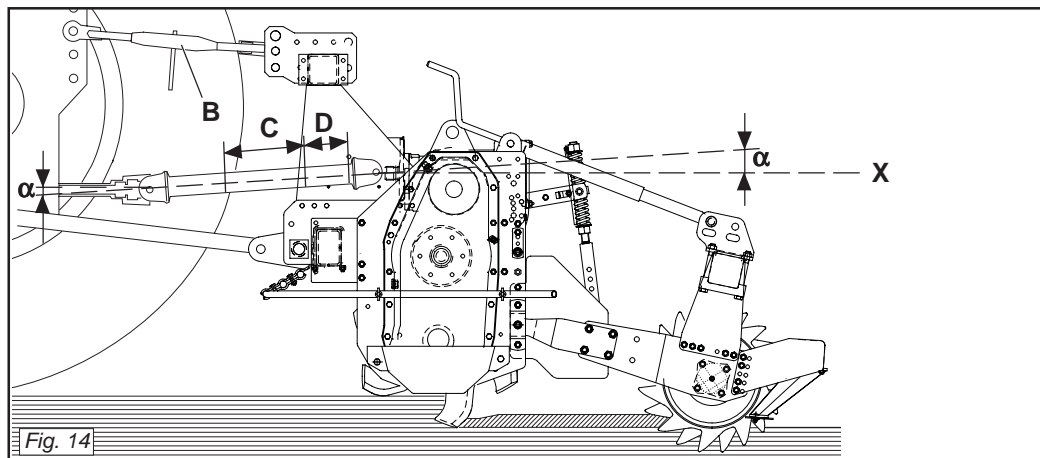
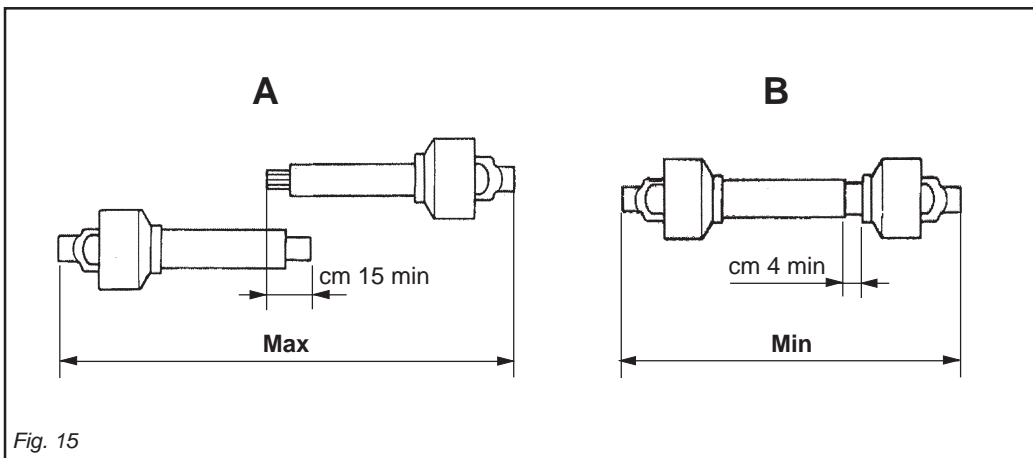

Fig. 14
Fig. 15
Per fare ciò aumentare o diminuire la lunghezza della barra superiore dell'attacco (B Fig. 14) in modo da portare l'asse (X Fig. 14) della ghiera scanalata della scatola parallela al suolo.
- I due angoli (α Fig. 14) formati dalle assi delle forcelle e l'asse dei tubi scorrevoli saranno uguali e non dovranno superare i 10° .
- La copertura (C Fig. 14) dei tubi scorrevoli deve essere di 15 cm minimo (Fig. 15).
To achieve this, increase or decrease the length of the top bar of the hitch (B Fig. 14) so as to set the axis (X Fig. 14) of the housing's grooved ring nut parallel to the ground.
- The two angles (α Fig. 14) formed by the fork axes and the axis of the sliding tubes will be equal and must not exceed 10° .
- The sliding tubes (C Fig. 14) must overlap by at least 15 cm (Fig. 15).
Pour obtenir cette condition augmenter ou diminuer la longueur de la barre supérieure de l'attelage (B Fig. 14) de manière à ce que l'axe (X Fig. 14) de la bague cannelée de la boîte soit parallèle au sol.
- Les deux angles (α Fig. 14) formés par les axes des fourches et l'axe des tubes coulissants doivent être identiques et ne doivent pas dépasser 10° .
- La couverture (C Fig. 14) des tubes coulissants doit être au minimum de 15 mm (Fig. 15).
Um dies zu erhalten, die Länge der oberen Kupplungsstange (B Abb. 14) erhöhen oder verringern, bis die Achse (X Abb. 14) der Keilmutter des Gehäuses parallel zum Boden steht.
- Die beiden Winkel (α Abb. 14), die aus den Achsen der Gabeln und der Achse der Gleitrohre bestehen, müssen gleich groß sein und dürfen auf keinen Fall größer als 10° sein.
- Die Überdeckung (C Abb. 14) der Gleitrohre muss mindestens 15 cm ausmachen (Abb. 15).
El enganche es correcto cuando la máquina está horizontal en posición de trabajo. Para ello aumentar o disminuir la longitud de la barra superior del enganche (B Fig. 14) en modo de llevar el eje (X Fig. 14) de la tuerca ranurada de la caja paralela al terreno.
- Los dos ángulos (α Fig. 14) formados por los ejes de las horquillas y el eje de los tubos corredizos serán iguales y deberán superar los 10° .
- La cobertura (C Fig. 14) de los tubos corredizos debe ser como mínimo de 15 cm (Fig. 15).
- I due tubi dell'albero di trasmissione a cardano non si devono ricoprire completamente, una corsa di sicurezza (D Fig. 14) di 4 cm minimo deve sussistere.
- Gli angoli (α Fig. 14) dei cardani non devono essere superiori a 40° (Fig. 14). Se non si raggiungono questi due risultati:
- The two tubes of the driveline shaft must not fully overlap. There must always be a safety travel (D Fig. 14) of at least 4 cm.
- The angles (α Fig. 14) of the drivelines must not exceed 40° (Fig. 14).
- Les deux tubes de l'arbre de transmission à cardans ne doivent pas se recouvrir complètement, il doit rester une course de sécurité (D Fig. 14) de 4 cm au minimum.
- Les angles (α Fig. 14) des cardans ne doivent pas être supérieurs à 40° (Fig. 14).
- Die beiden Rohre der Gelenkwelle dürfen sich nicht ganz überdecken. Es muss noch einen Sicherheitshub (D Abb. 14) von mindestens 4 cm geben.
- Die Winkel (α Abb. 14) der Gelenkwellen dürfen nicht größer als 40° sein (Abb. 14).
- Los dos tubos del árbol de transmisión de cardán no se deben cubrir completamente, debe quedar una carrera de seguridad (D Fig. 14) de 4 cm como mínimo.
- Los ángulos (α Fig. 14) de los cardanes no deben ser superiores a 40° (Fig. 14).
Quando l'albero cardanico è sfilato al massimo, i due tubi devono sovrapporsi per almeno 15 cm. Quando esso è inserito al massimo, il gioco minimo consentito deve essere di 4 cm. (Fig. 15).
When fully inserted, the minimum play must be 4 cm. (Fig. 15).
Quand l'arbre à cardans est déboîté au maximum, les deux tubes doivent se superposer d'au moins 15 cm. Quand il est entièrement rentré, le jeu minimum admissible doit être de 4 cm. (Fig. 15).
Wenn die Gelenkwelle so weit wie möglich auseinandergedrungen ist, müssen die beiden Teile sich noch um wenigstens 15 cm überlappen. Wenn die beiden Teile ganz zusammengeschoben sind, muß das kleinstmögliche Spiel 4 cm ausmachen (Abb. 15).